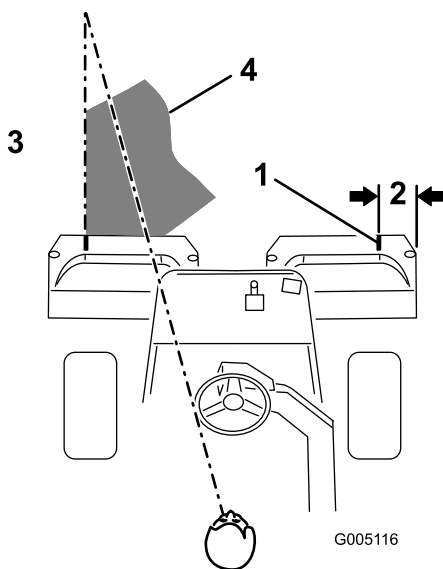

Bild 39
3. Wenn Sie zurückfahren, sollte der neue Mähgang den ersten ein klein wenig überlappen. Damit Sie in einer möglichst geraden Linie über die Grünfläche fahren können und einen gleichmäßigen Abstand zum zuvor gemähten Rasenstück einhalten können, sollten Sie sich eine imaginäre Sichtlinie ungefähr 1,8 bis 3 m vor der Maschine bis zum Rand des noch ungemähten Teils der Grünfläche vorstellen (Bild 38 und Bild 39). Manche Leute finden es auch hilfreich, die äußere Kante des Lenkrads in die Sichtlinie mit einzubeziehen, d.h. sie halten das Lenkrad in einer Linie mit einem Punkt, der immer im gleichen Abstand von der Vorderseite der Maschine bleibt (Bild 38 und Bild 39).